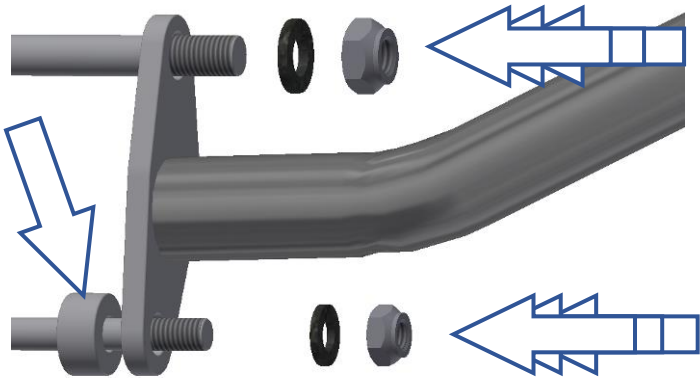

Abbildung 19
- Den Adventure-Sturzbügel für die linke Seite (**Artikel 4**) positionieren wie in **Abbildung 17** abgebildet. Eine M10 Unterlegscheibe (**Artikel 8**) und eine M10 Mutter (**Artikel 7**) an der oberen Verbindungsstange montieren (zu diesem Zeitpunkt nicht festziehen) – siehe **Abbildung 19**.
- Eine M8 Mutter und Unterlegscheibe (**Artikel 10 und 14**) an der unteren Verbindungsstange anbringen (zu diesem Zeitpunkt nicht festziehen) wie in **Abbildung 19** abgebildet.